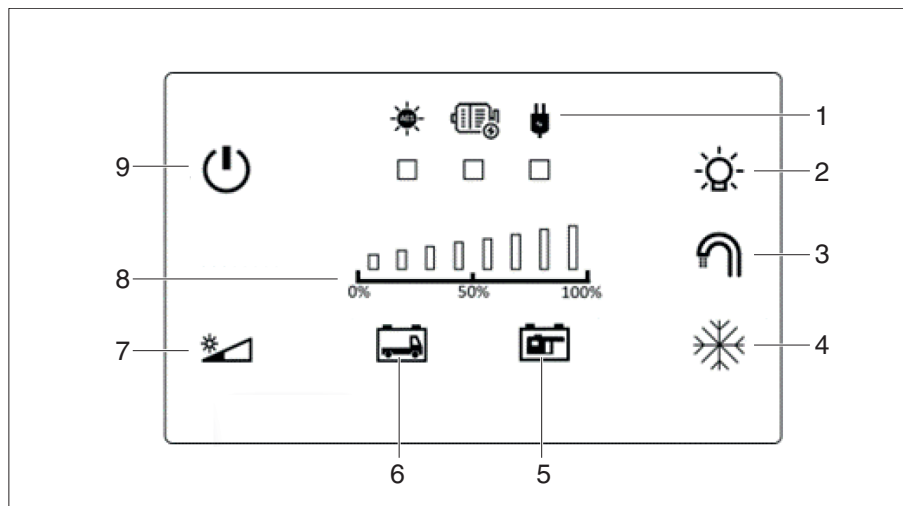

Figura 59 Panel de mando D110
El panel de control utiliza LEDs de señalización (Figura 59, 1) para indicar qué fuente de energía se está utilizando para cargar la batería del habitáculo.
La tecla de encendido (Figura 59, 9) se utiliza para encender y apagar el panel de mando. La iluminación está ajustada de serie a un brillo medio y se puede ajustar manualmente con sólo pulsar la tecla de atenuación (Figura 59, 7). Independientemente del nivel de brillo configurado, la iluminación se atenúa cuando está inactiva y se reactiva pulsando cualquier tecla. Se mantiene el último nivel de brillo utilizado. La tecla de atenuación (Figura 59, 7) siempre se ilumina en amarillo, excepto en el modo nocturno.
Al mantener presionada la tecla de atenuación (Figura 59,7) el panel de mando cambia al modo nocturno. Sólo la tecla de atenuación queda iluminada tenuemente en rojo para no confundirse con un panel de mando apagado. El modo nocturno se cancela pulsando cualquier tecla y la iluminación pasa al nivel de luminosidad más bajo.
Si la tensión de la batería es muy baja las teclas de control (Figura 59, 5) y (Figura 59, 6) del panel de mando parpadean.
- Presionar la tecla de control (Figura 59, 5).
El estado de carga de la batería asociada se muestra en la pantalla de control LED (Figura 59, 8).
Si la tensión de la batería de arranque es muy baja, la tecla de control correspondiente (Figura 59, 6) del panel de mando parpadea en blanco. En caso de que el vehículo esté conectado a una fuente de energía solar o a la corriente convencional, la E-Box garantiza que la batería de arranque se mantenga cargada. Para cargar completamente la batería hay que mover el vehículo para que la carga pueda realizarse a través del alternador.
Si la tensión de la batería del habitáculo es baja, la tecla de control correspondiente (Figura 59, 5) del panel de mando parpadea en rojo. Si la batería del habitáculo no está cargada, la tensión de la batería seguirá bajando. Cuando se alcanza un valor crítico para la batería entra automáticamente en funcionamiento la protección de la batería.